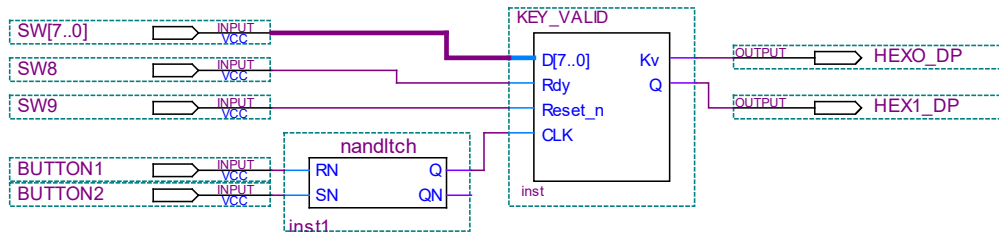

Figura 5. Circuito de prueba para la parte b)
La prueba de esta parte se realizará paso a paso, con un reloj manual, de forma de generar los flancos a conveniencia utilizando botones de la placa DE0. Durante cada transición de la señal proveniente directamente de un botón, se presenta un ruido conocido como “rebotes” (ver figura 4). El origen de este ruido está en la propia naturaleza mecánica de los contactos. Para eliminarlo se utilizará un flip-flop /S/R como eliminador de rebotes, conectado como se indica en la figura 5. En el **Quartus II** el flip-flop /S/R es una primitiva llamada “*nandtch*”.
- Generar un proyecto en el **Quartus II** con el circuito de la figura 5 donde las entradas y salidas se conectarán a las señales del mismo nombre en la placa DE0. Analizar el circuito, simular, programar la placa y verificar el funcionamiento en forma exhaustiva utilizando la tabla de verdad de la practica 1d).
- Breve explicación de cómo será probado el circuito de la figura 5 y qué deberá observarse en la placa DE0.